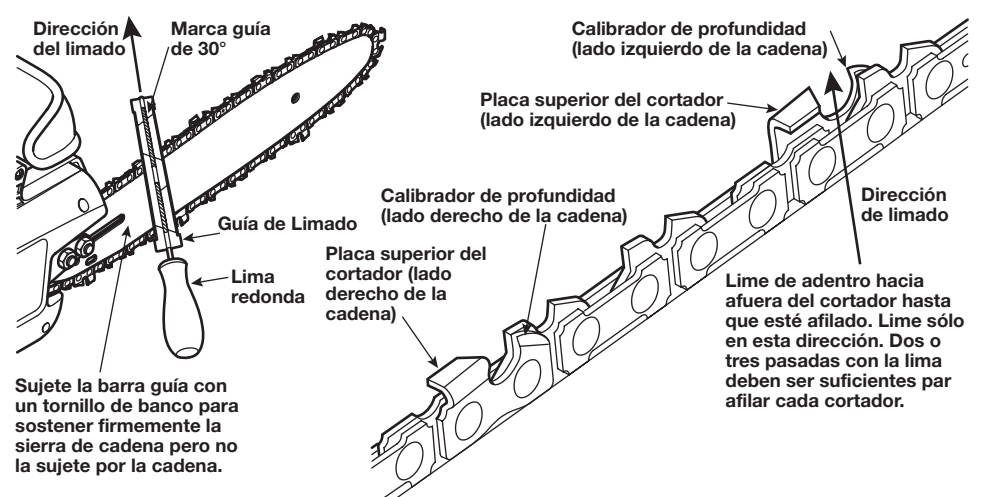

Fig.20 Colocación de la lima y guía de lima en la cadena
3. Presione la lima redonda de 5/32", unida a la barra guía, en la ranura entre la placa superior y el calibrador de profundidad en la cadena. La guía de lima debe apoyarse sobre la placa superior y el calibrador de profundidad (Fig. 20).
4. Sujete la lima a la altura de la guía. Asegúrese de que la marca de 30° de la guía de lima esté paralela al centro de la barra guía (Fig. 20). Esto asegurará que limó los cortadores a un ángulo de 30°.
5. Lime de adentro hacia afuera del cortador hasta que esté afilado. Solamente lime en esta dirección (Fig. 20).